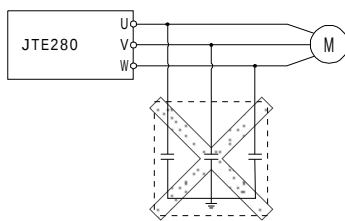

图1-2 变频器输出端禁用电容示意图
1.3.9 由于变频器输出U、V、W电压波形为PWM波，在输出侧若装有改善功率因数的电容或防雷用压敏电阻等，都会造成变频器故障或器件损坏，请务必拆除。变频器输出端禁用电容器示意图如下图1-2所示：